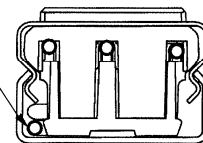

Fig. 10
7. Raccorder les câbles d'alimentation au faisceau de câble C (Fig 1) du PLUGTRAK^{md} métallique en employant une méthode approuvée. Connecter «noir à noir, blanc à blanc, vert ou fil dénudé à vert, (rouge à rouge pour les PLUGTRAK^{md} métalliques câblés à 4 conducteurs» (figures 2 et 9). Continuer ainsi pour tous les faisceaux de câbles des PLUGTRAK^{md} métalliques. Isoler l'extrémité des conducteurs (fig. 10). consulter le paragraphe 9 des renseignements généraux. pour les mises à la terre isolées, voir le paragraphe 9 des renseignements généraux et la figure 9.
7. Conectar los cables de alimentación con el haz de cableado C (Fig 1) de la PLUGTRAK^{MR} metálica, empleando métodos aprobados. Conectar "negro con negro, blanco con blanco, verde o conductor desnudo con verde, (rojo con rojo en la PLUGTRAK^{MR} metálica multifilar de 4 conductores)" (figuras 1 y 14). Continuar con todos los haces de cableado de la PLUGTRAK^{MR} metálica; aislar los cables en los extremos (Fig.10); ver la nota 9 de Información general. Para la conexión a tierra aislada, ver la nota 9 de Información general y la figura 9.